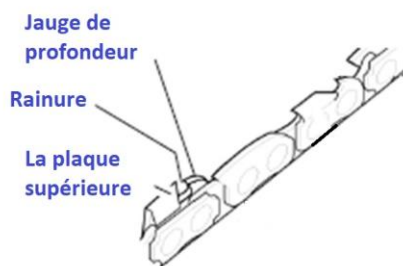

Fig. 13a
- 3) Placer une lime ronde de 5/32" (attachée à un guide-lime) entre la plaque supérieure et la jauge de profondeur, puis affûter les couteaux comme illustré aux Fig. 13a et 13b.